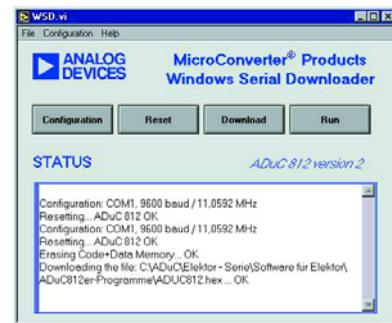

Figure 5. Le Serial Downloader.
Il faudra, après avoir généré le code Intel-Hex (code machine pour le ADuC812) définitif, que ce soit à l'aide de Assembler51, C51 ou tout autre langage de programmation pour le 8051, transférer le fichier de code de programme vers le ADuC812. Cette opération pourra se faire par le biais du ADuC-Debugger ou par l'intermédiaire du Serial Downloader d'Analog Devices tournant sous Windows, logiciel utilisable avec tous les produits de la famille MicroConverter (**figure 5**).
Étape 2 : il est temps maintenant de lancer le programme Serial Downloader (figure 5).